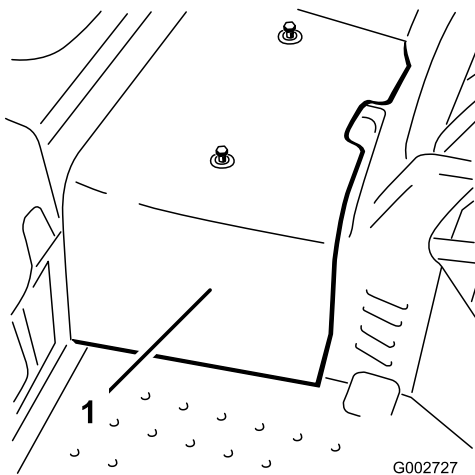

図 35
2. センターシュラウドを機体に止め付けているねじ2本を外してシュラウドを機体から取り外す 図 35。